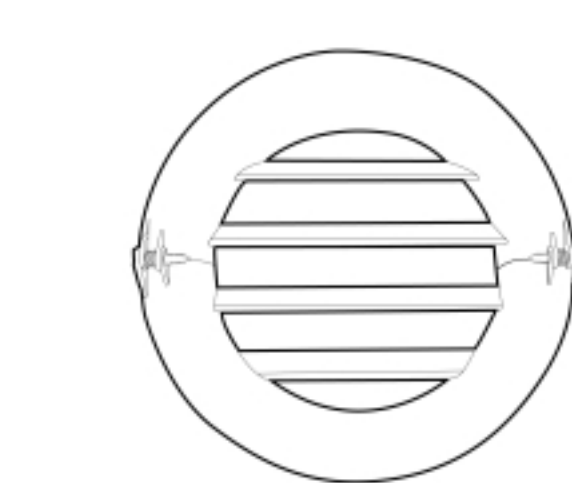

Fig. 7
- Ruotate la griglia sino a quando le alette sono ben orizzontali e con l'inclinazione rivolta verso l'esterno (fig. 7).
- Turn the grille until the flaps are horizontal, slanting towards the outside (fig. 7).
- Das Gitter drehen, bis die Rippen waagrecht ausgerichtet und nach aussen geneigt sind (Abb. 7).
- Giren la rejilla hasta que las aletas estén completamente horizontales y con la inclinación dirigida hacia el exterior (fig. 7).
- Draai het rooster totdat de lamellen goed horizontaal zitten en het hellende gedeelte naar buiten toe gedraaid is (fig. 7).